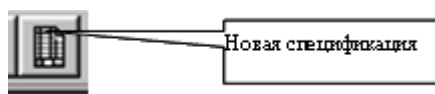

Рис. 29
1. Для создания новой спецификации нажмите кнопку **Новая спецификация** на Панели управления, рис. 29. На экране появился пустой бланк спецификации. **Сохраните ее под именем Лр06.**